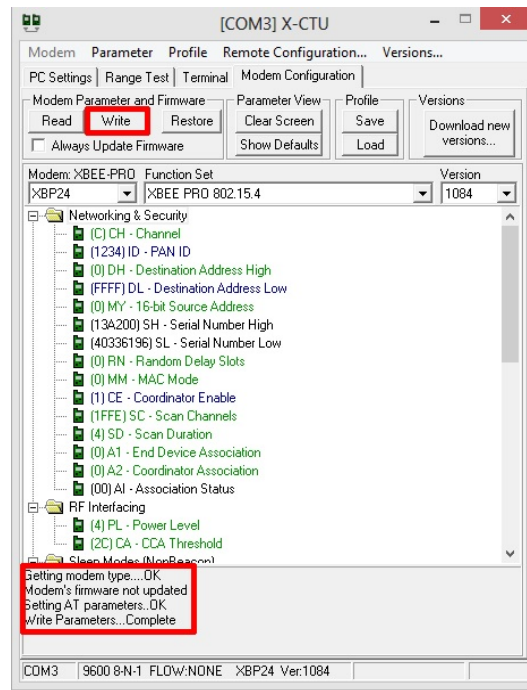

Figura 3 Click en Write.
- CE = 1 Coordinator Enable (aquí tenemos 2 opciones 1 o 0 el primero es para poner el dispositivo como coordinador y el segundo como dispositivo final). Ya cambiados los parámetros anteriores se da click en el botón Write y esperamos a que termine de programarse el dispositivo Xbee, figura 3.